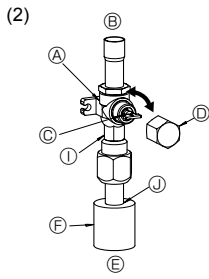
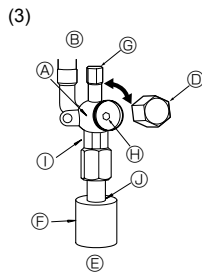

Fig. 4-6
Fig. 4-7
- ② Kontrollera att stoppventilen är helt öppen och skruva på locket igen.
- (2) Gassidan på SW100, 120 (Fig. 4-6)
- ① Ta bort locket, dra handtaget mot dig och vrid motors 1/4 varv för att öppna.
- ② Kontrollera att stoppventilen är helt öppen, tryck in handtaget och skruva på locket igen.
- (3) Vätskesida på SW75-120 och gas-/vätskesida på SW40-75 (Fig. 4-7)
- ① Ta bort kåpan och vrid ventilstängens motsols så långt det går med en 4 mm sexkantsnyckel. Sluta när den når stoppet.